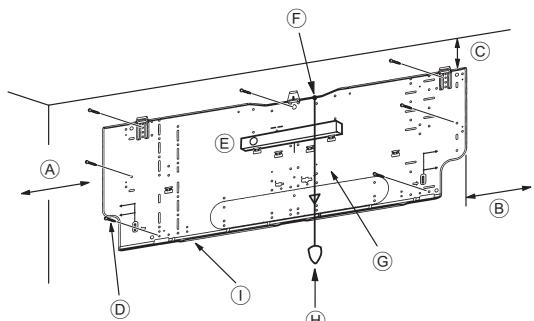
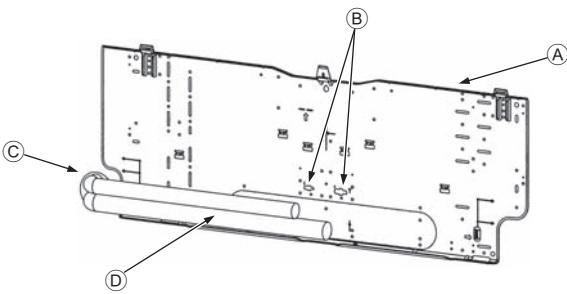

Fig. 3-4
Fig. 3-5
■ PKFY-P-VKM-E (Fig. 3-4)
- Ⓓ Befestigungsschrauben (4 x 25) ②
- Ⓘ Montageplatte ①
3.3. Wenn Rohre in der Wand verlegt werden (Fig. 3-5)
- Ⓐ Montageplatte ①